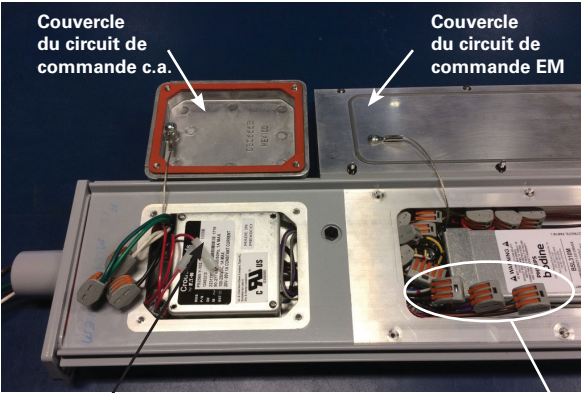

Figure 12
- Ouvrir le couvercle du circuit de commande c.a. en desserrant les quatre (4) vis n° 10-32 de 0,75 po du couvercle en acier inoxydable (voir la figure 12). Tous les composants du luminaire sont précâblés, de sorte qu'il ne reste qu'à raccorder le fil de phase, le fil neutre et le fil de mise à la terre du luminaire aux fils conducteurs (ou aux bornes) en suivant les schémas de câblage (voir les figures 15 et 16) et en respectant les méthodes conformes aux codes en vigueur. Raccorder d'abord le conducteur de mise à la terre (vert) de l'appareil, puis le courant (blanc) et la tension de ligne (noir). Serrer tous les raccordements électriques. **REMARQUE :** Les ouvertures standards NPT sont de 1,9 cm (3/4 po).
- S'il n'y a pas de connexions d'alimentation (TF) ou d'interrupteur, passer à l'étape 9.
- Pour les modèles avec le suffixe « TF », utiliser le ruban de tirage fourni pour le câblage vers le circuit ou vers les multiples dispositifs (maximum de cinq [5]) de la guirlande. Pour le câblage, se reporter au schéma. Un maximum de quatre (4) conducteurs peut passer par le plot le plus près du circuit, et un maximum de quatre (4) conducteurs peut passer par le plot le plus éloigné du circuit.
- Pour connecter une source d'alimentation commutable supplémentaire, retirer le couvercle du circuit de commande EM en desserrant les dix (10) vis n° 8-32 de 0,50 po du couvercle en acier inoxydable (voir la figure 12). Repérer le connecteur comportant les fils noir et blanc/rouge du circuit de commande EM. Déconnecter le fil blanc/rouge et le reconnecter à l'entrée de ligne commutable en suivant les schémas de câblage et en respectant les méthodes conformes aux codes en vigueur.
- Pour connecter un interrupteur d'essai à distance, retirer le couvercle du circuit de commande EM en suivant les directives de l'étape 8. Repérer les deux (2) connecteurs comportant les fils mauve et brun du circuit de commande EM. Connecter les câbles à l'interrupteur d'essai à l'aide des connecteurs à trois (3) conducteurs fournis.
- Replacer le couvercle du circuit de commande EM et serrer les dix (10) vis de montage à 2,3 N.m (20 lb-po).
- Replacer le couvercle du circuit de commande c.a. et serrer les quatre (4) vis de montage à 3,6 N.m (32 lb-po).